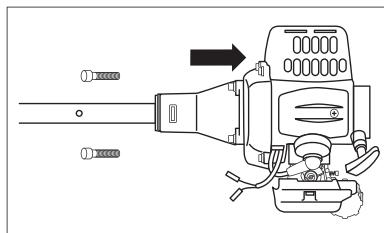

fig. 4
4. Montați tubul asamblat pe motor folosind patru șuruburi (fig. 4). În acest caz axul de ieșire al reductorului și rezervorul de combustibil trebuie să se afle pe aceeași parte.